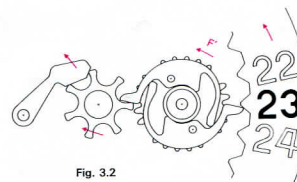

Fig. 3.2
3.2 Rotation dans le sens normal (figure 3.2)
- 3.2 *Rotation within the normal direction (figure 3.2)*